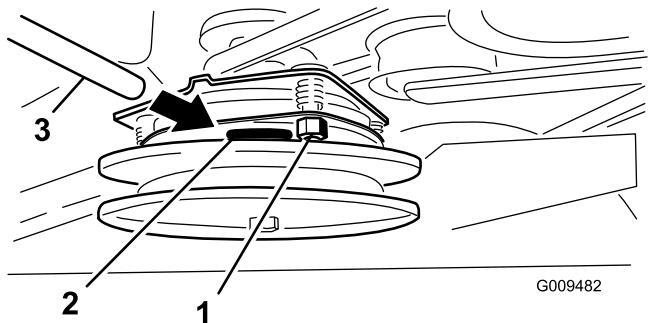

図 60
3. すき間ゲージがかるくはさまれるがまだ楽に動かせる程度までロックナットを締め付ける図 60。